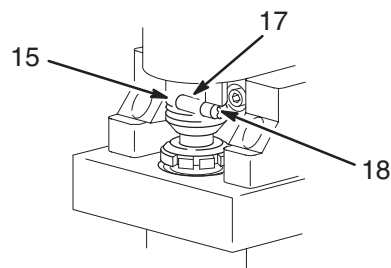

Fig. 20
2. Essayer d'arrêter la pompe avec la tige du piston (107) dans sa position la plus basse. Pour abaisser manuellement la tige du piston, tourner les pales du ventilateur du moteur. À l'aide d'un tournevis, pousser le ressort de retenue (18) vers le haut et chasser l'axe (17). Voir Fig. 20.